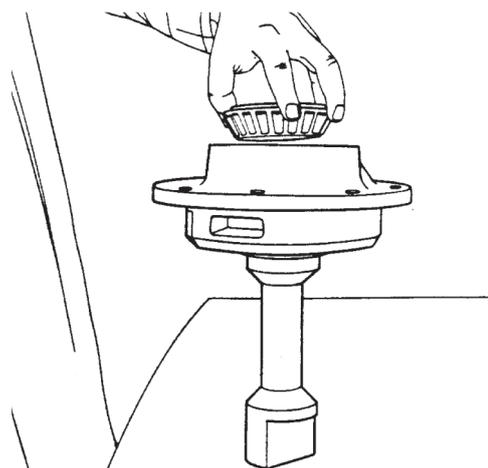

Figura 94
- D. Instale na outra face da caixa do pinhão o rolamento dianteiro (Figura 94).